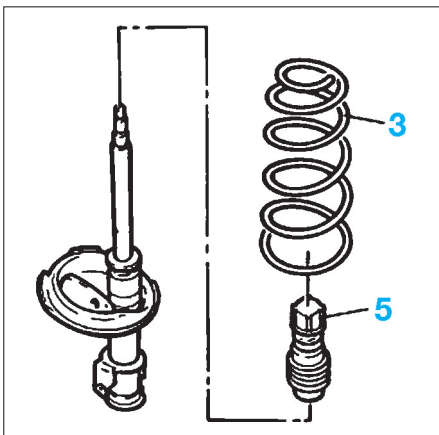

FIG. 7
- Dévisser l'écrou (4) de la tige d'amortisseur et déposer la coupelle supérieure (2).
- Déposer ensuite le soufflet de protection (5), le ressort (3) (Fig.7).